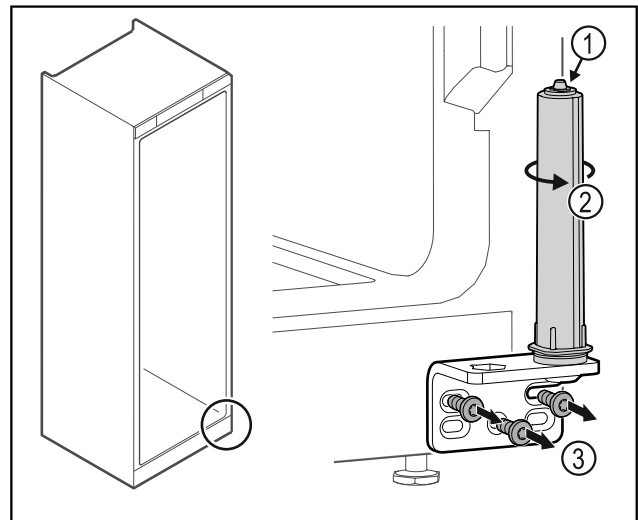

Fig. 45
- ▶ Neardykite durų uždarymo sistemos Fig. 45 (1).
- ▶ Sukite uždarymo sistemą Fig. 45 (2), kol ji užsifiksuos.
- ▶ Atsukite šarnyrinį kampuočių Fig. 45 (3).